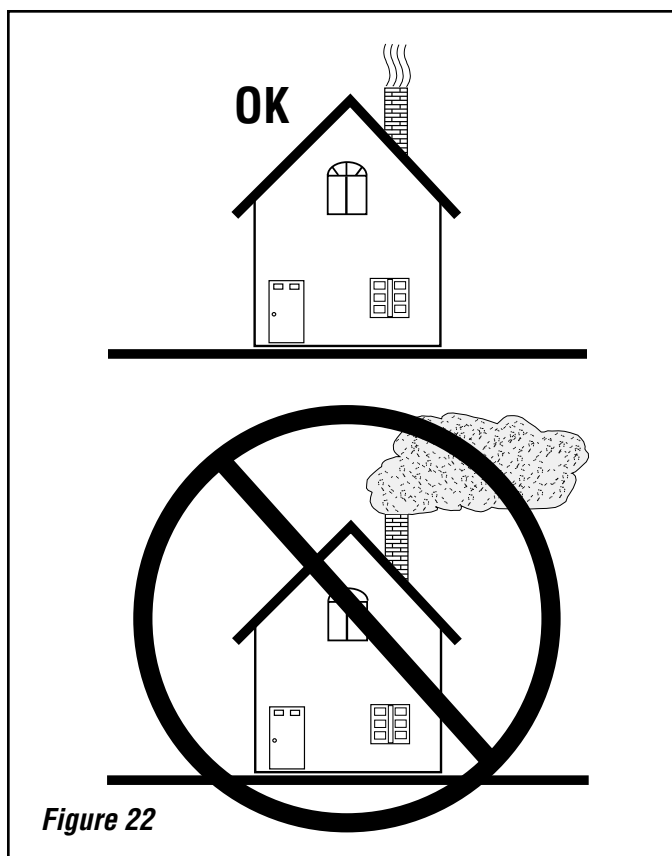

Figure 22
7. Pour obtenir les meilleurs résultats, utiliser de petits morceaux de bois afin de faire monter la température du poêle, puis charger de plus gros morceaux pour maintenir la flambée. Si nécessaire, entrouvrir la porte pour permettre l'allumage de la charge de combustible. Ne pas laisser l'unité sans surveillance quand la porte avant est légèrement ouverte. Après quelques minutes de forte flambée, ajouter des morceaux de bois plus gros puis régler le registre de gauche en fonction de la production de chaleur voulue. Vérifier l'évacuation toutes les 15 à 20 minutes (voir **Figure 22**). Une fumée importante indique que le réglage est incorrect (trop élevé ou trop faible). Ajuster le réglage puis revérifier 5 à 10 minutes plus tard.
6. Sortir de l'habitation et vérifier la cheminée. La quantité de fumée doit être très réduite ; une quantité plus élevée indique un gaspillage de chaleur, une accumulation de créosote et de la pollution (voir **Figure 22**).